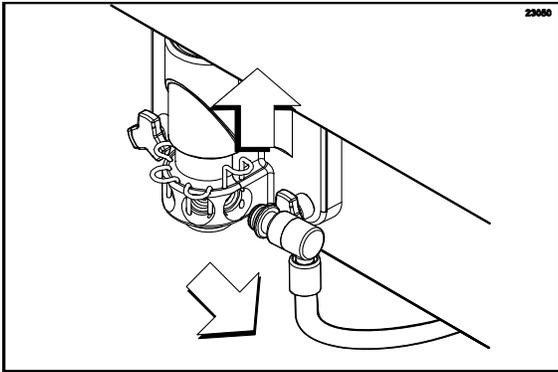

Figura 54
9. Desconecte las líneas de jarabe de la puerta del congelador. (Vea la figura 54).